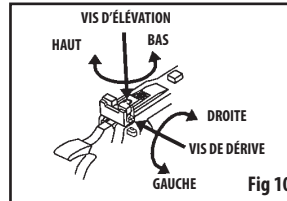

Fig 10
- La visée du pistolet à air comprimé est correcte lorsque le guidon est positionné exactement au centre du cran de mire. Le haut du guidon doit être au même niveau que le haut du cran de mire. Il faut que le centre de la cible semble reposer sur le haut du guidon. (Figure 10)